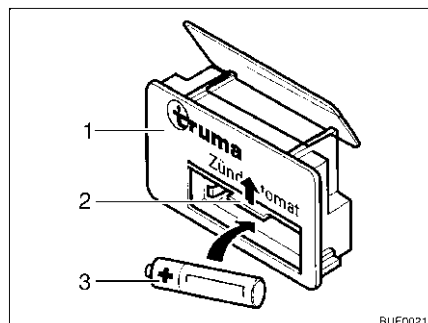

Fig. 68 Dispositivo di accensione
- Spingere la copertura (Fig. 68,2) del vano batteria sul dispositivo di accensione (Fig. 68,1) verso l'alto.
- Inserire una nuova batteria (Fig. 68,3) dello stesso tipo nel vano batteria del dispositivo di accensione rispettando la polarità (+/-). Utilizzare soltanto batterie Mignon resistenti alle alte temperature (+70 °C) e sicure da perdite.